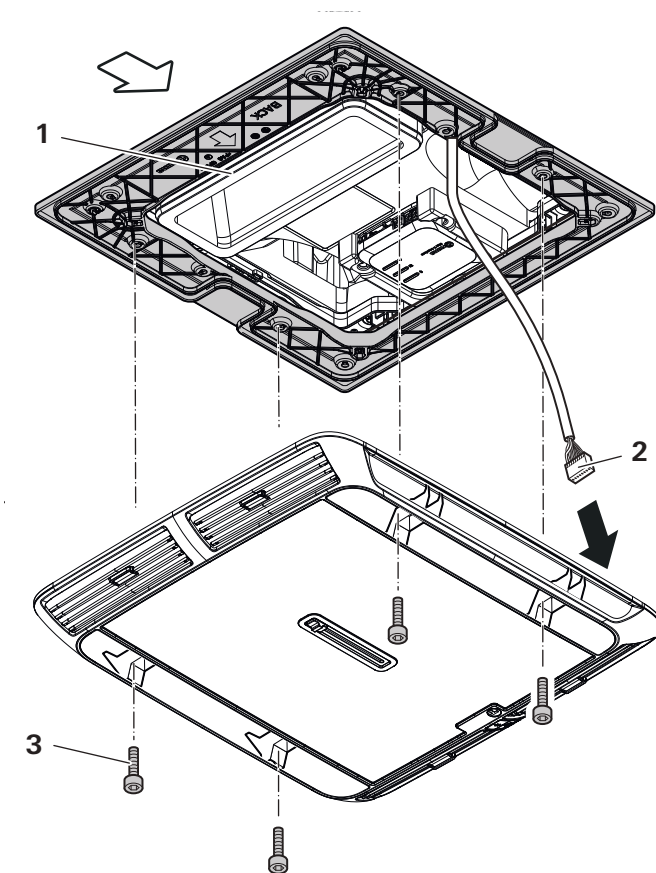

Abb. 26
- Luftverteiler mit 4 Schrauben (Abb. 26-3) (beiliegend) an die Montagerahmen anschrauben (Abb. 26). Schrauben mit einem Drehmoment von 2 Nm an-ziehen.